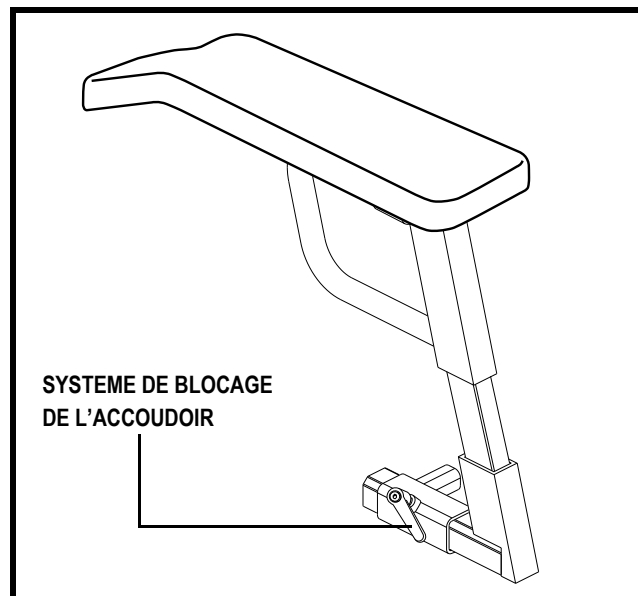

Figure 16. Réglage la position des accoudoirs
1. Tournez le système de blocage de l'accoudoir dans le sens inverse des aiguilles d'une montre pour le débloquer. **Voir la figure 16.**